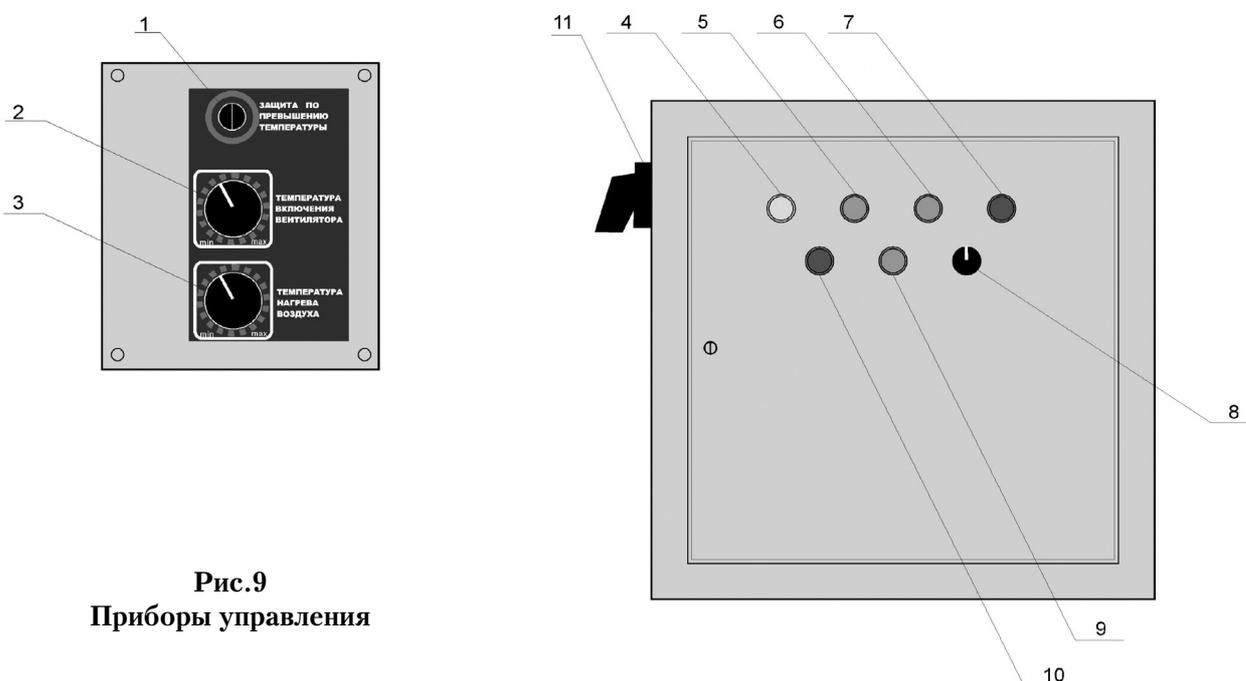

Рис.9
Операции, которые должен осуществлять пользователь, ограничиваются использованием механизмов управления, расположенных на регуляторе температуры и щите управления. Панель воздухонагревателей (рис. 9) состоит из общего выключателя (11), переключателя режимов «лето/зима» (8), сигнальной лампочки сети (4), сигнальной лампочки аварии горелки (7), сигнальной лампочки аварии вентиляторов (10), сигнальной лампочки включения вентиляторов (9), сигнальной лампочки включения первой (6) и второй (5) ступени работы горелки. Для запуска воздухонагревателя необходимо поставить общий выключатель (11) в положение 2 (вкл.), проверить по показанию лампочки (4) наличие электропитания, с помощью переключателя (8) выставить режим (лето/зима).